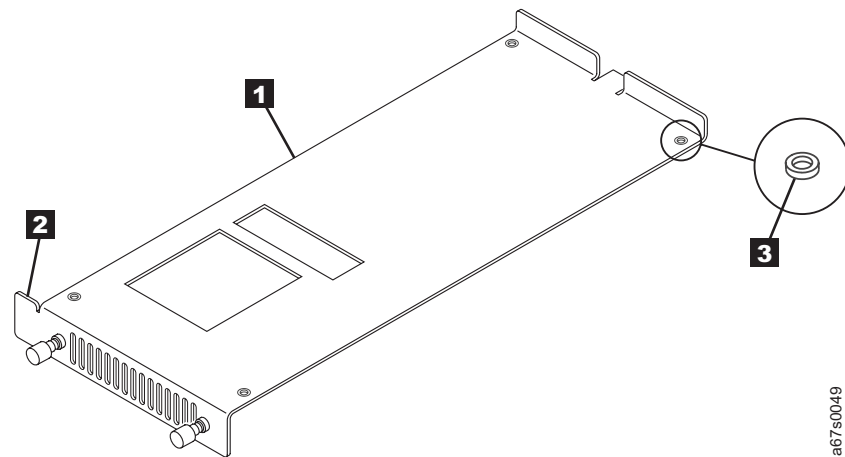

Abbildung 36. Identifikation des linken und rechten Schlittens. Der linke Schlitten hat ein linkes Ohr, der rechte Schlitten ein rechtes Ohr.
1. Legen Sie fest, auf welchen Schlitten (siehe **1** in Abb. 36) der Bandkassetten-Autoloader IBM 3581 montiert werden soll. Der linke Schlitten hat ein linkes Ohr **2**, der rechte Schlitten ein rechtes Ohr. Die beiden Schlitten sind innerhalb des Gehäuseeinbaufachs nicht austauschbar.